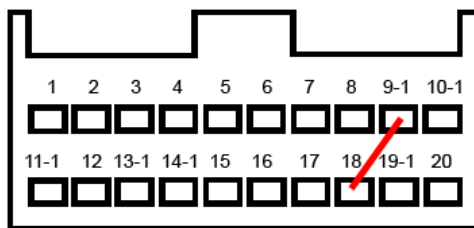

Рис. 3. Установка перемычки на колодку иммобилизатора.
**ПРИМЕЧАНИЕ.** Причиной отсутствия связи с ЭБУ также может служить отсутствие иммобилизатора. Если иммобилизатор отсутствует, проверьте электрическое соединение между контактами 9-1 и 18 колодки подключения иммобилизатора. Если соединение отсутствует, следует его обеспечить путем установки перемычки между контактами 18 и 9-1 (см. Рис. 3).